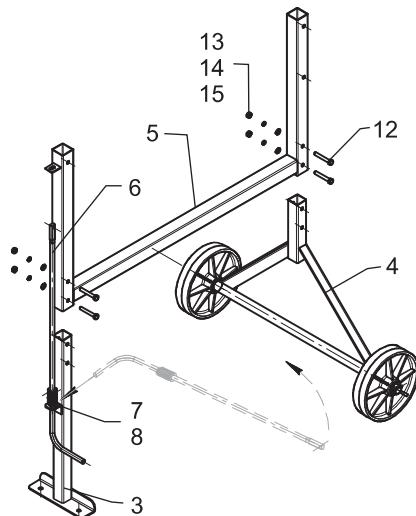

Рис. 5
2. Установите опоры поз. 3 и поз. 4 внутрь трубы рамы поз. 5. Одновременно с установкой опоры поз. 3 необходимо поставить ось поз. 6 в сборе с пружиной поз. 7 и шайбой на 12 поз. 8, продев ось через отверстия в пластинах стойки и рамы, как показано на рис. 5. Совмещая отверстия на обеих опорах, установите в них болты M8x55 поз. 12. Обратите внимание на расположение отверстий. С другой стороны установите плоскую шайбу поз. 13 и гроверную поз. 14, заверните гайки M8 поз. 15.